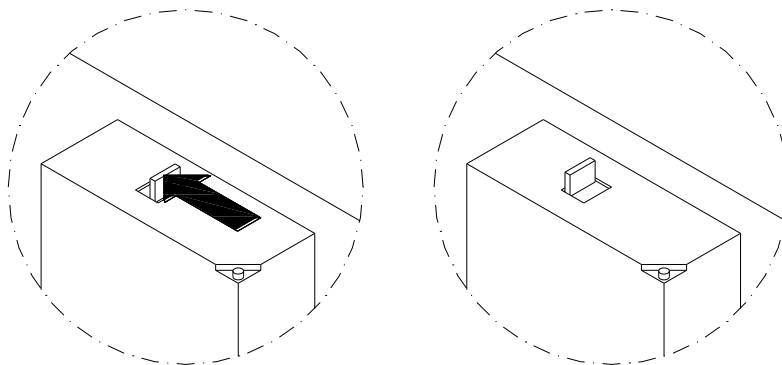

Figura 27 – Restauración del dispositivo de supervisión
- restaure el estado de funcionamiento adecuado del dispositivo de supervisión como se muestra en la Figura 27.